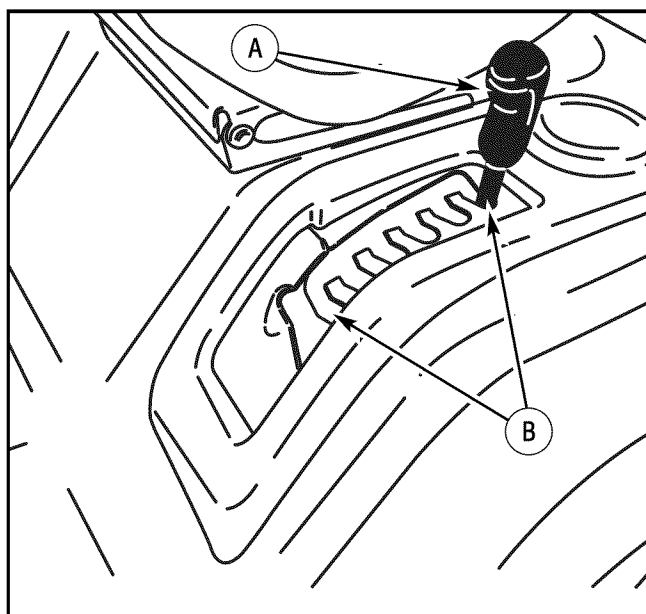

Figura 33: Palanca para levantar la plataforma
2. Corte una distancia corta en una zona plana para verificar el nivel de corte y la altura del corte. Observe la **altura del número de posición de corte** sobre la **palanca de elevación de cubierta** (Figura 33).